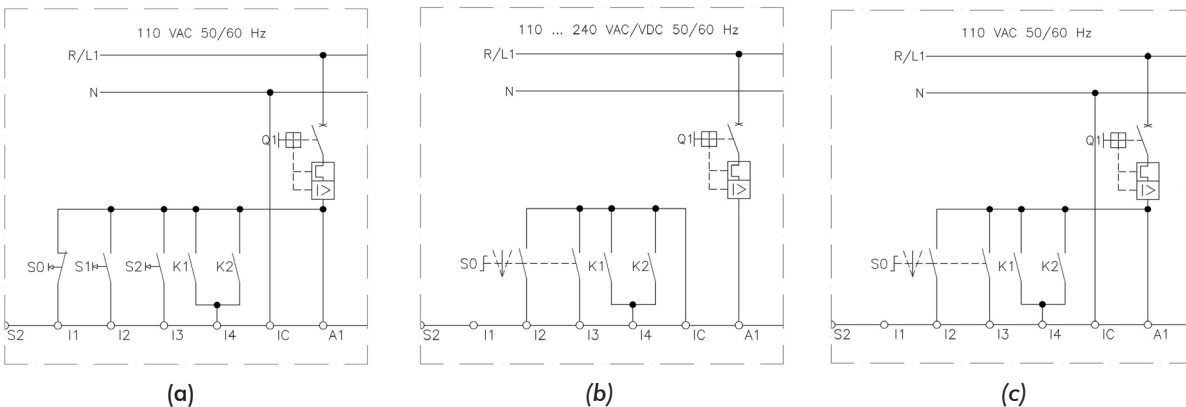

Figura 5.19 (a) - Detalle modificación para accionamiento utilizando entradas digitales en 110 Vca y accionamiento por Pushbutton (P230 = 1)
Para la unidad de control (UC) con entradas digitales en 110 Vca es destacada la modificación del esquema en la figura 5.19 (a). Para accionamiento a través de las entradas digitales (P229 o P232 = 0) en 24 Vcc, y en 110 Vca, utilizando lógica de control a dos cables (selector) (P230 = 0) son destacadas las modificaciones del esquema en la figura 5.19 (b) y (c).